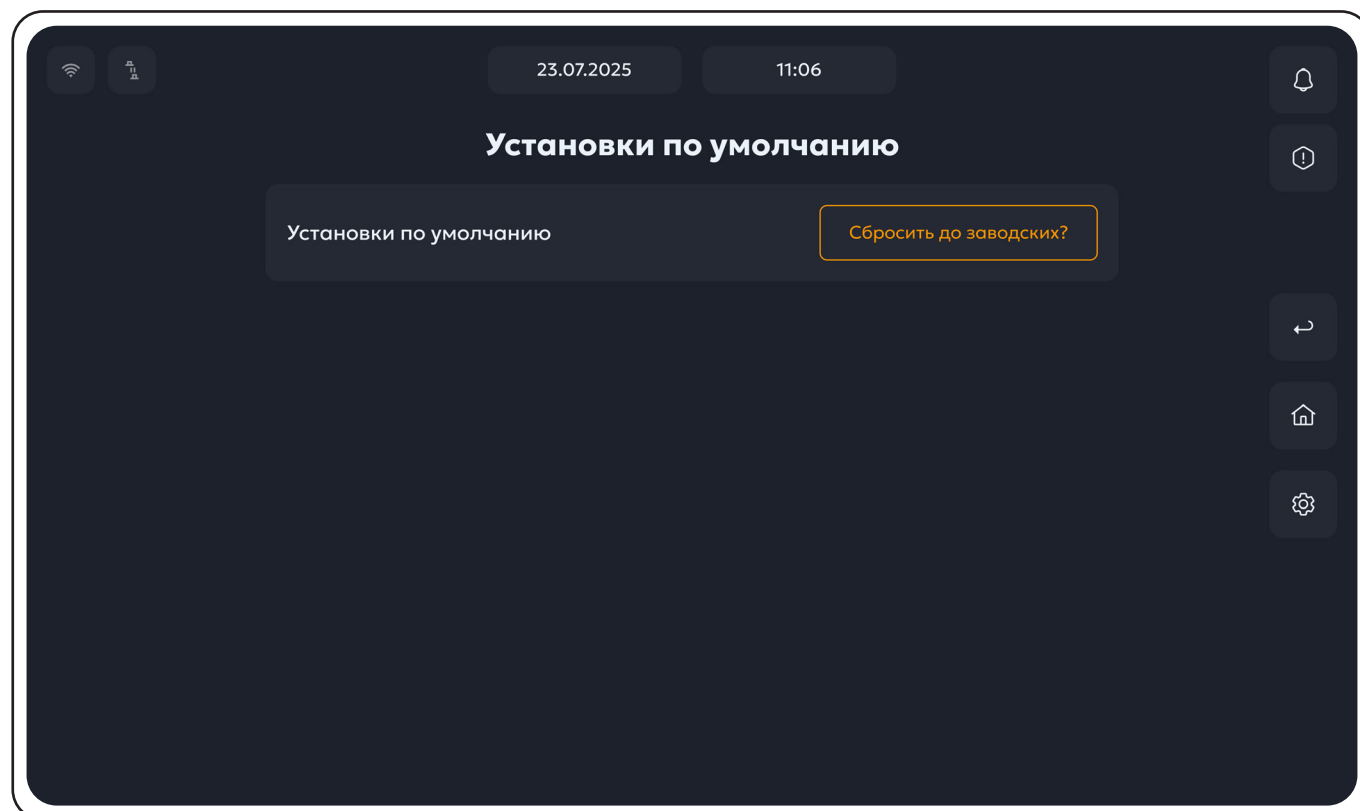

Рисунок 67. Меню пункта **Установки по умолчанию**.
2. Выбрать пункт **Установки по умолчанию**, после чего откроется следующее меню (рис.67):